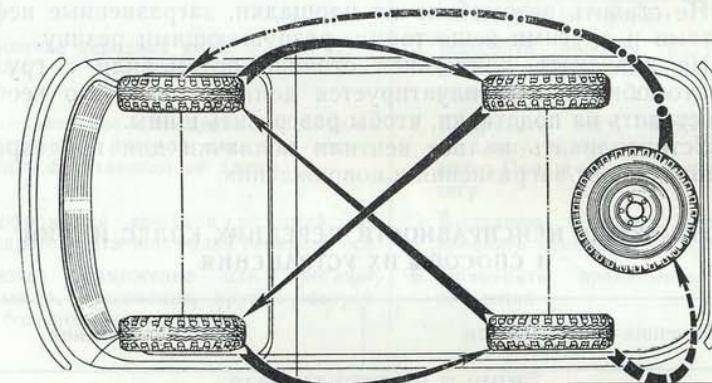

Рис. 189. Схема перестановки шин
1. Производить перестановку шин в последовательности, показанной на рис. 189 (при неравномерном износе рисунка протектора). Запасная шина участвует в перестановке, если ее износ не более износа остальных шин.